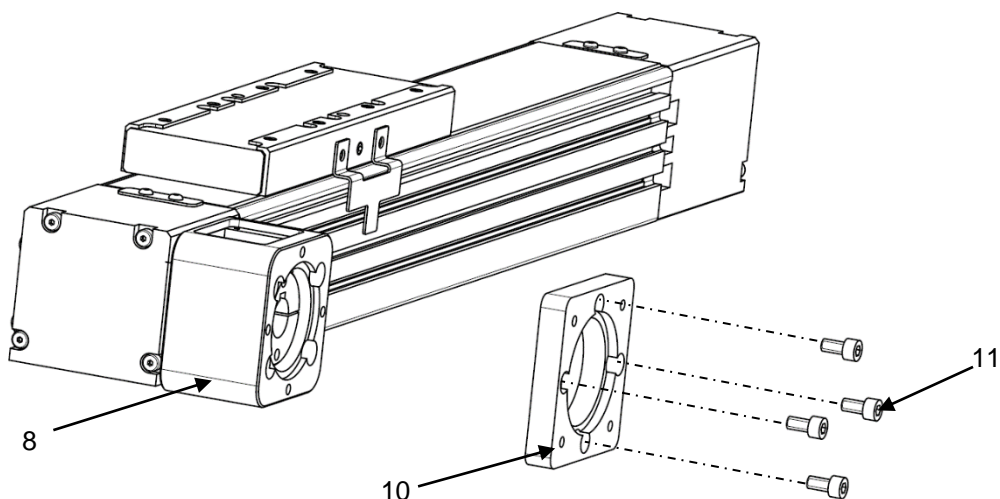

Рисунок 5 – Установка корпуса
- 3) Установите фланец монтажного комплекта (поз. 10) на корпус (поз. 8) с помощью винтов (поз. 11) (см. рисунок 5);